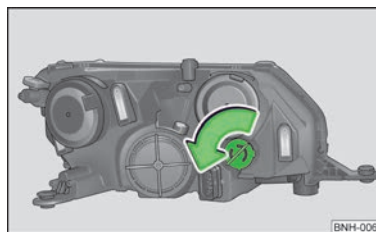

Fig. 129
- Rotiți soclul împreună cu becul » fig. 129 până la limită în sens antiorar și extrageți-l.